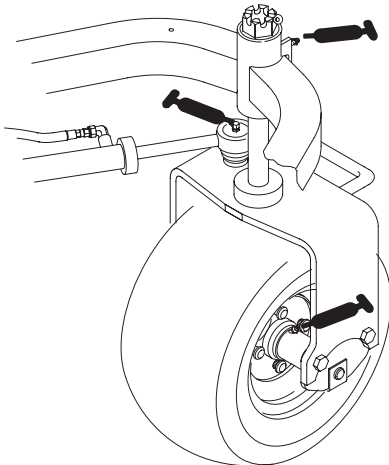

Figure 42
- Moyeu de roue arrière (1)
- Roulement de pivot (1)
- Vérin de direction (2) (Fig. 42)